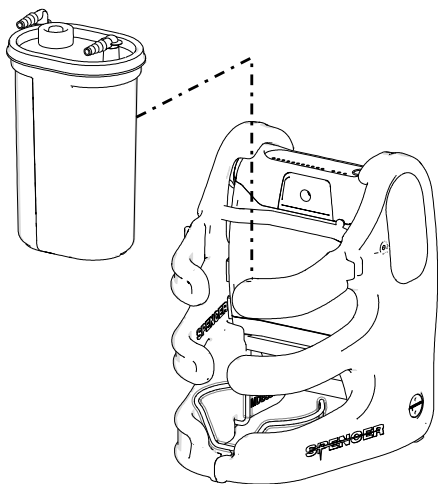

Fig. 12
5. Coloque o recipiente no seu apoio (fig. 12); verificar que a caixa de suporte de apoio (n° 7 no ponto 3.2) é reduzida e devidamente fixada ao corpo da unidade de sucção